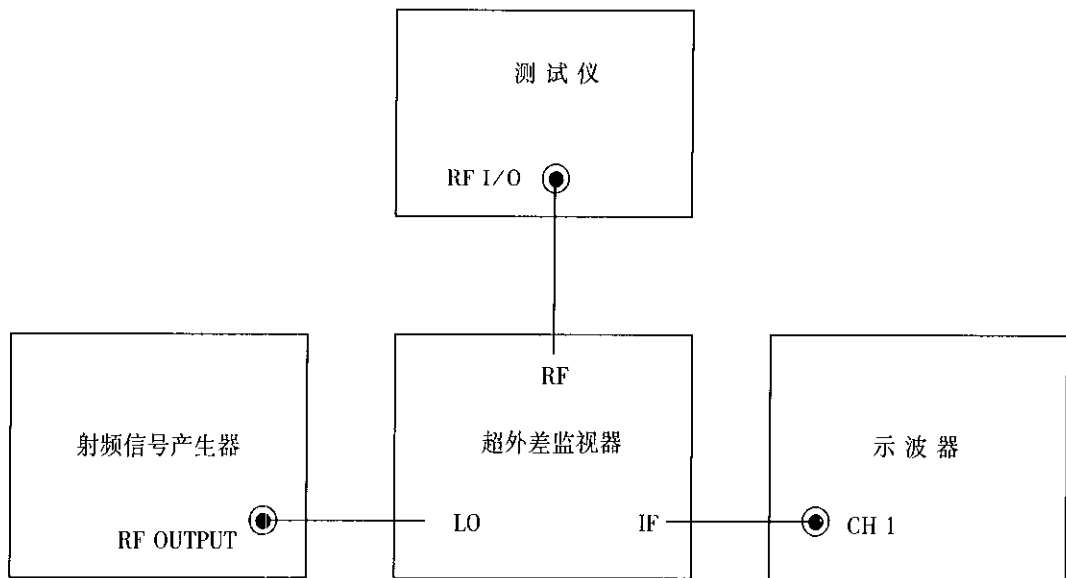

图 16
6.2.17.1 连接仪器(见图 16)。
6.2.18.1 连接仪器(见图 16)。
6.2.19.1 连接仪器(见图 16)。
#### 6.2.20.1 连接仪器(见图 16)。
#### 6.2.21.1 连接仪器(见图 16)。